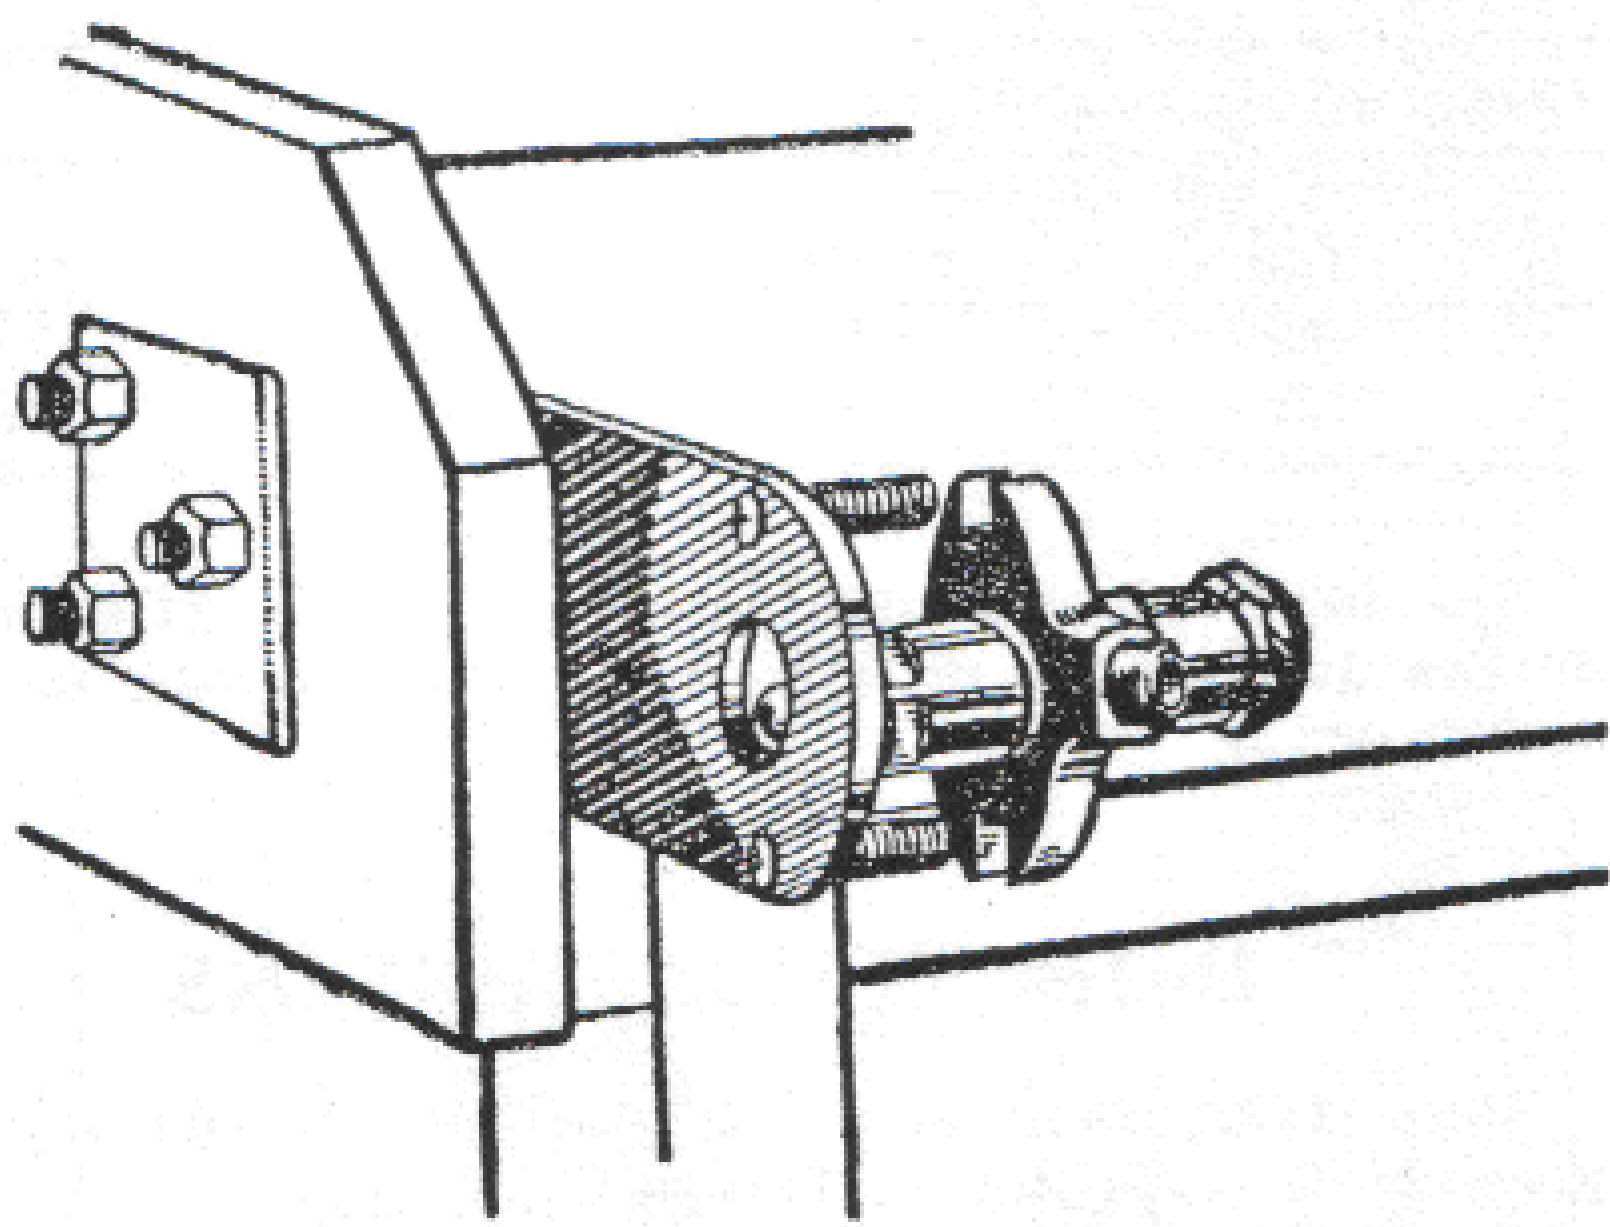

Fig. 32. — Support de démontage d'injecteur.
- Ne jamais serrer l'injecteur dans un étau, mais utiliser le montage de la fig. 32.
- Enlever le chapeau porte-injecteur et celui-ci ; en inspecter minutieusement les détails : surfaces A et B, surface d'appui C de la collerette, face D, qui doivent être polies, et former un joint parfait. Après immersion dans du pétrole, retirer l'aiguille et vérifier l'alésage, le siège (J), la galerie (H), l'orifice d'arrivée (G) du bec, ainsi que la queue de l'aiguille, les sillons, la portée de siège et le cône extrême.